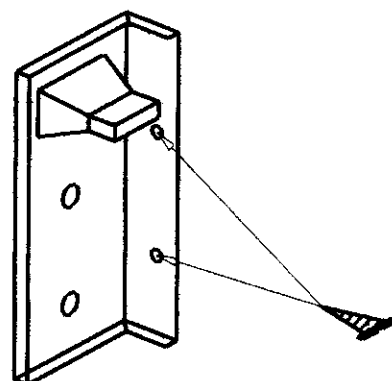
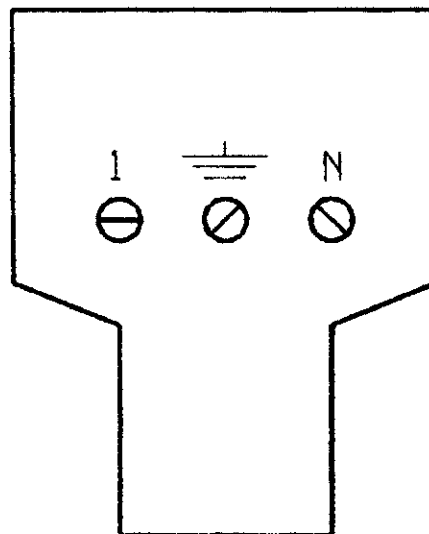

Fig. 3
Fig. 8
- Fissare il gruppo alimentazione (fig. 3) sul retro in alto a sinistra del vano utilizzando due viti per legno come indicato in fig. 2
- Collegare il cavo d'alimentazione fornito in dotazione, nell'apposito connettore situato sul retro dell'apparecchio ed inserire il connettore nell'apposita stazione di alimentazione posta sul retro della colonna (fig.3), dove è situata un'apposita morsettiera (fig.8) predisposta per il funzionamento con una tensione di alimentazione di 230V monofase.